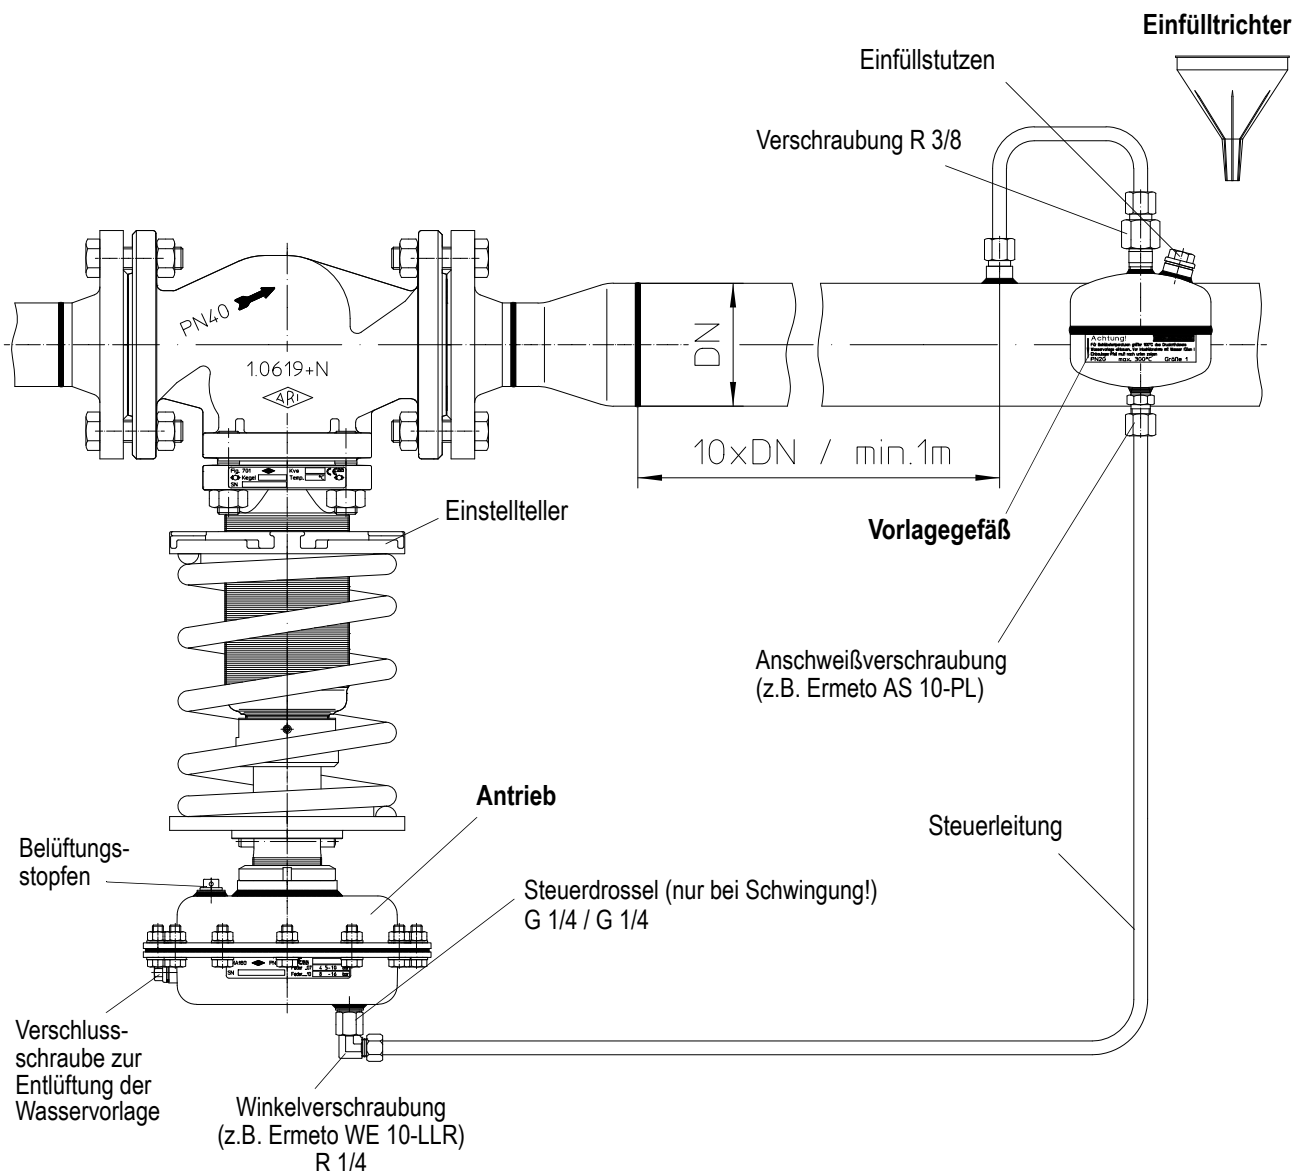

Bild 6
- *Ein vorhandenes Vorlagegefäß ist komplett mit Medium (bei Dampf mit Wasser) gefüllt und der Antrieb über die Verschlusschraube (siehe Bild 6) entlüftet.*